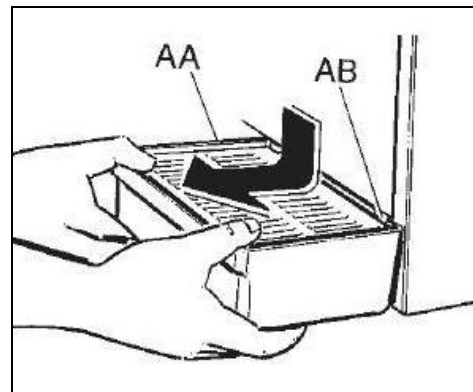

Fig. 12
- **D**esmontar la bandeja de goteo (AA) girándola ligeramente hacia arriba y tirando de esta hacia afuera (ver la fig. 12).